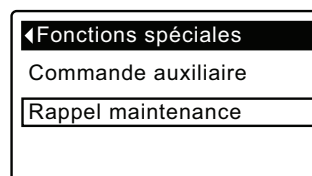

FIG. 62
5. Appuyez sur le SÉLECTEUR (O) pour afficher le menu des fonctions spéciales (cf. Figure 62).
9. Appuyez sur le SÉLECTEUR (O) : l'afficheur revient au menu des fonctions spéciales (cf. Figure 62).